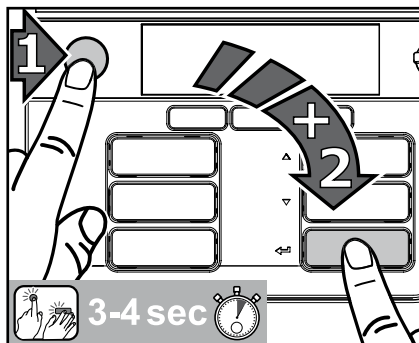

図24
1. まずストップキーを押し、次にエンターキー ◀ を押し、両方のキーを同時に3～4秒間押し続け、清掃モードに入ってください。(図24)